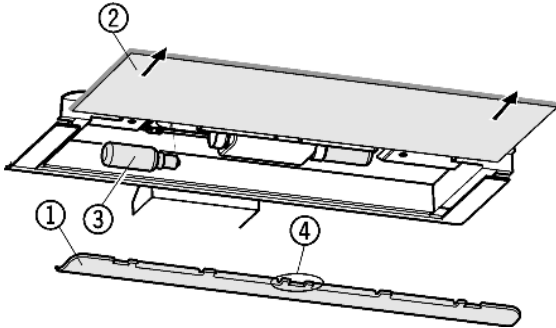

Fig. 20
- ▶ Снятие накладки Fig. 20 (1): сзади возьмитесь пальцем за накладку и снимите её с фиксатора.
- ▶ Извлеките стеклянную полку Fig. 20 (2).
- ▶ Лампу накаливания Fig. 20 (3) заменить.
- ▶ Установка накладки на место: защелкните справа и слева, следя за тем, чтобы средний крюк Fig. 20 (4) захватил стеклянную полку.